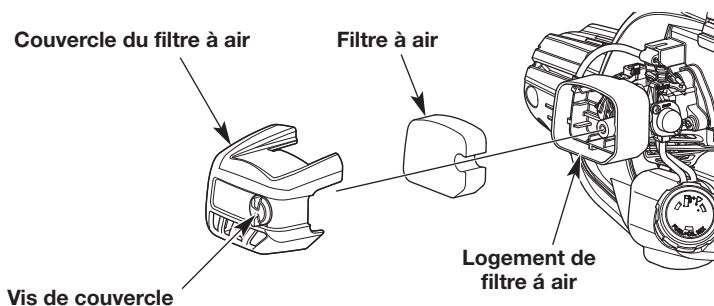

Fig. 23
1. Ouvrez le couvercle du filtre à air en desserrant la vis du couvercle (Fig. 23).
2. Retirez le filtre à air du logement du filtre à air (Fig. 23).
6. Réinstallez le filtre à air dans le logement du filtre à air (Fig. 23).